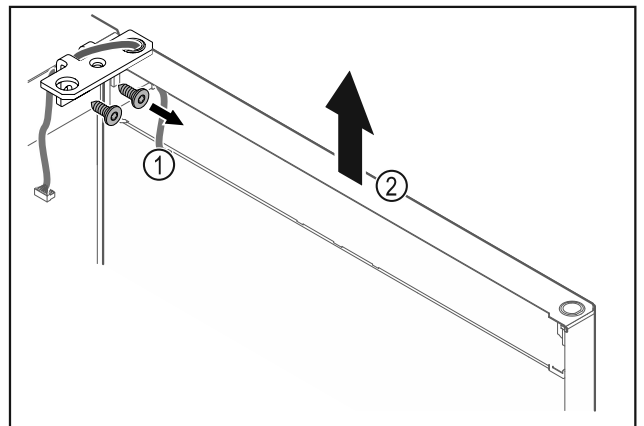

Fig. 24
- ▶ Atsukite šarnyrinį kampuočių Fig. 24 (1).
- ▶ Duris, įsk. šarnyrinį kampuočių Fig. 24 (2), pakelkite maždaug 200 mm tiesiai į viršų ir nuimkite.